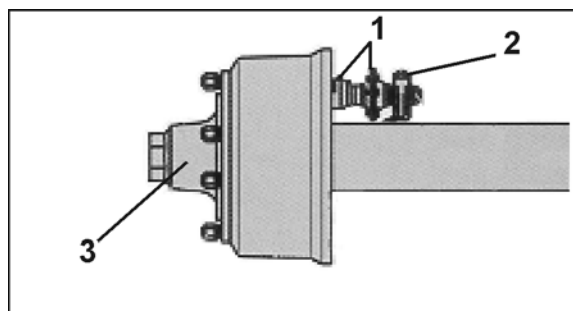

Fig. 152
1. Skru begge afdækningsplader (Fig. 152/1) af på den indvendige side af bremsetromlen.
Indtrængt snavs kan sætte sig på bremsebelægningen (Fig. 152/2) og derved reducere bremseydelsen markant.